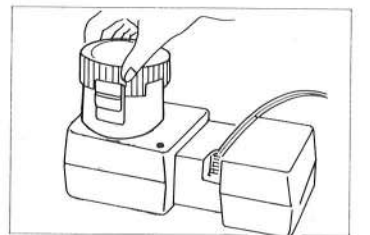

図7
- 蓄電池を充電するときは、充電器の底まで正確に差し込んで下さい。(図7参照)。